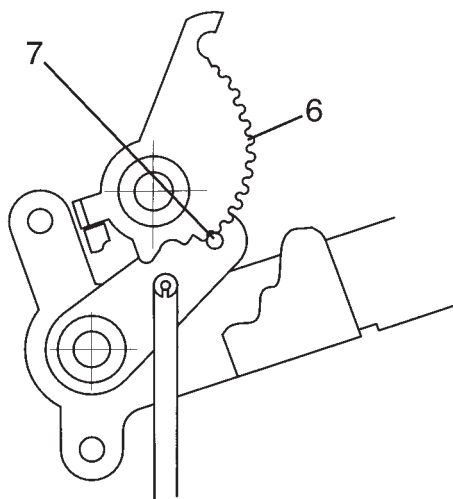

Рис. 9
- Установите регулятор длины стежка на максимальную длину стежка (рис. 9 и 10).
- Установите установочный кулачок 6 регулятора длины стежка 7 в положение, показанное на рис. 9.